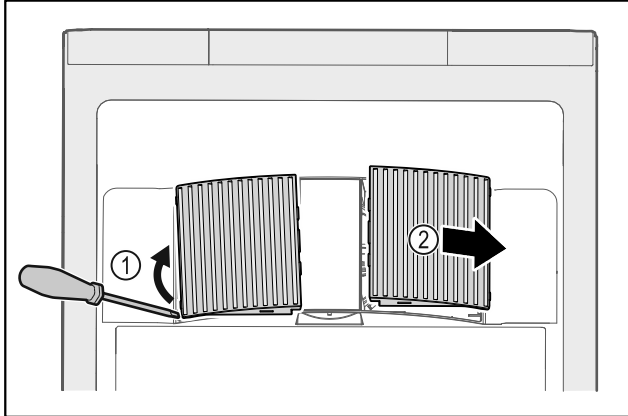

Fig. 200
- ▶ Кожух вентилятора обережно підважити зі сторони Fig. 200 (1) і витягнути рухом вперед Fig. 200 (2).